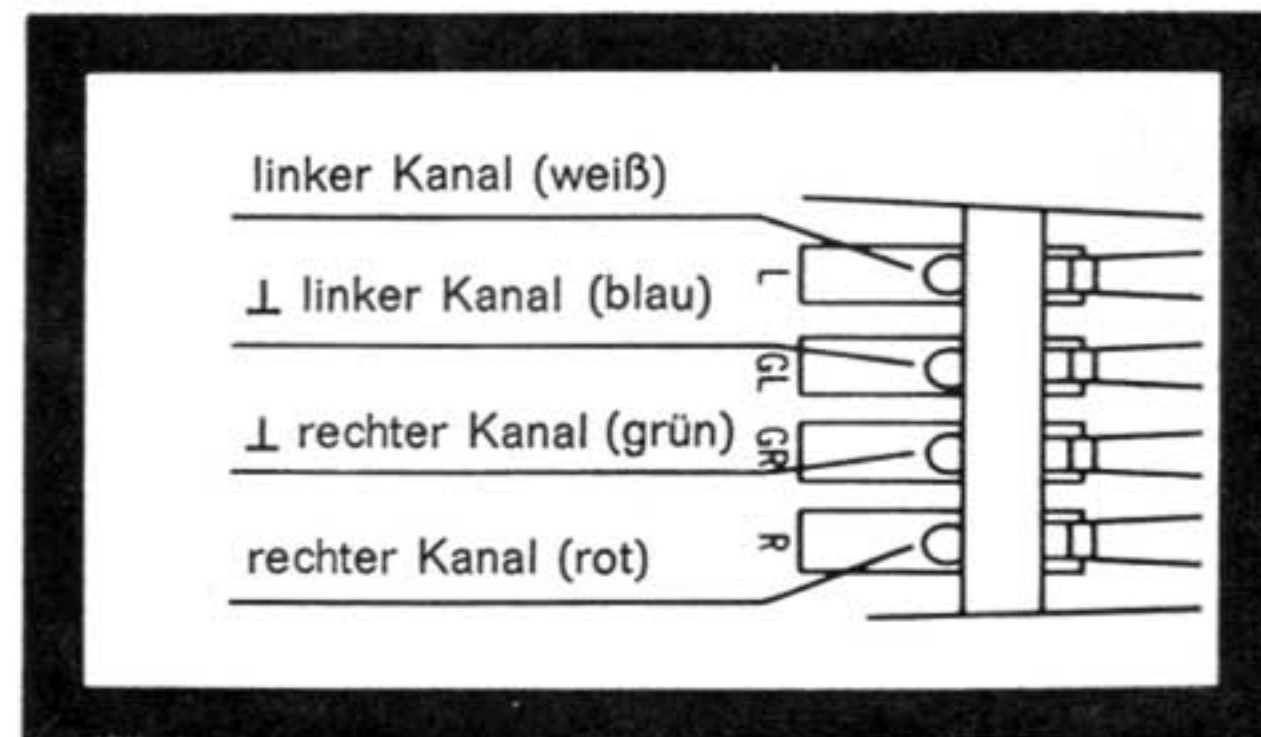

Fig. 21
4. Die Anschlüsse am Systemträger sind gekennzeichnet, die Anschlußlitzen sind farbig (Fig. 21). Verbinden Sie die Anschlußlitzen des Systemträgers mit den entsprechenden Anschlußstiften des Tonabnehmersystems.
3. Connect each lead on the cartridge holder to its corresponding pin on the cartridge. Each lead is color-coded as shown in Fig. 21.
4. Les branchements sur le support sont marqués, les fils de connexion sont de couleurs différentes (figure 21). Reliez ces connexions du support avec les broches correspondantes de la cellule.
4. Los contactos del portacápsulas van convenientemente marcados y los conductores son de diferentes colores (fig. 21). Conecte los conductores del portacápsulas con las correspondientes clavijas de la cápsula.